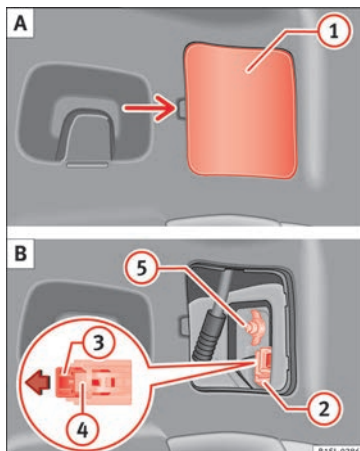

Fig. 88 Sur le côté du coffre : A : démontez le couvercle, B : démontage des groupes optiques arrière.
- Retirez soigneusement le cache (1) en faisant levier » fig. 88 A.
- Tirez le verrouillage (3) sur le connecteur (2) dans le sens de la flèche » fig. 88 B. Pour cela, utilisez le tournevis de l'outillage de bord.
- Appuyez sur le cran (4) et retirez le connecteur (2) » fig. 88 B.
5. Déposez l'écrou papillon ⑤ » fig. 88 B.
12. Fixez avec une main le feu arrière en position de montage et vissez fortement l'écrou papillon avec l'autre main ⑤ » fig. 88 B.
14. Insérez le connecteur ② dans le support d'ampoule et appuyez sur le verrouillage ③ du connecteur dans le sens contraire à la flèche » fig. 88 B.